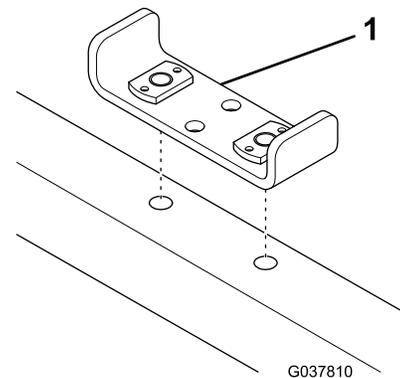

Bild 1
5. Setzen Sie die Bolzenplatte auf den Fahrzeugrahmen auf (Bild 1).